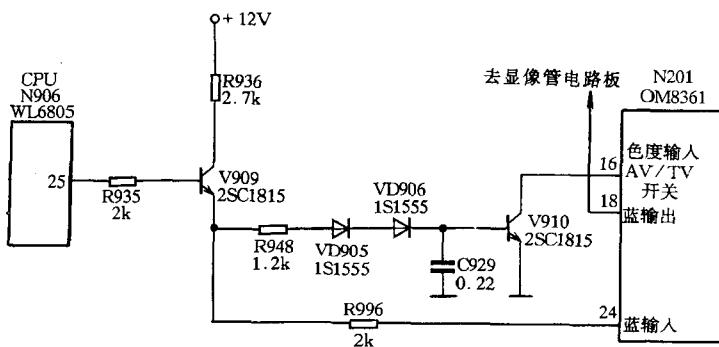

图 1-2 海尔 HP-2505A 彩电蓝背景控制局部电路
分析与检修:参见图1-2海尔HP-2505A彩电蓝背景控制局部电路。该机蓝背景是由微处理器N906(WL6805)的⑫脚输出信号控制的。当有信号而无蓝背景时,⑫脚电压为0V;无信号而有蓝背景时,⑫脚电压为4V。当⑫脚为高电平时,V909、V910导通,使N201(OM8361)的⑯脚电压为0V,此时N201内部开关选择蓝背景信号输出,同时,V909射随后的蓝背景信号经R996送至N201⑭脚(B输入),经N201内部处理后从⑮脚输出蓝背景信号到蓝视放输入级。检查N906的⑫脚在无信号时电压为3.9V,正常,V909基极和发射极电压分别为3.8V和3.2V,V910基极电压为0.7V,正常,说明蓝背景控制电路正常。再测N201的⑯脚电压为0.2V,说明N201内部开关已选择了蓝背景信号输出,但此时无蓝背景且屏幕无光,估计是N201损坏,试更换OM8361集成电路后试机,蓝背景功能恢复正常。